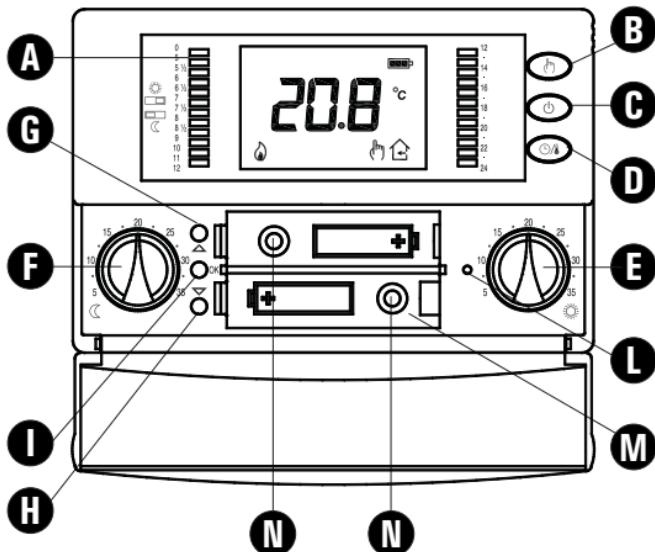

Fig. 5
- Insérer les batteries dans le logement des batteries (M de la Fig. 5); voir le paragraphe 'INSERTION/REEMPLACEMENT DES BATTERIES'.